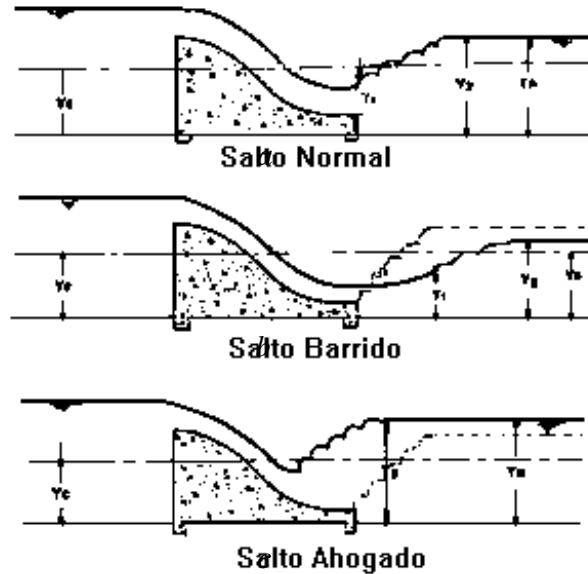

Figura 6.3 Clasificación del salto hidráulico de acuerdo a su localización.
**Tipos de salto.**- Cuando el salto hidráulico ocurre en la descarga del vertedor ó a la salida de una compuerta, o bien, cuando la pendiente del canal cambia bruscamente de supercrítica a subcrítica, entonces, se dice que el salto es **normal e ideal**, por lo cual los tirantes conjugados son ideales  $Y_{1i}, Y_{2i}$ ; en el tramo de régimen subcrítico el tirante normal es  $Y_N = Y_{2i}$ , ver la figura 6.3.